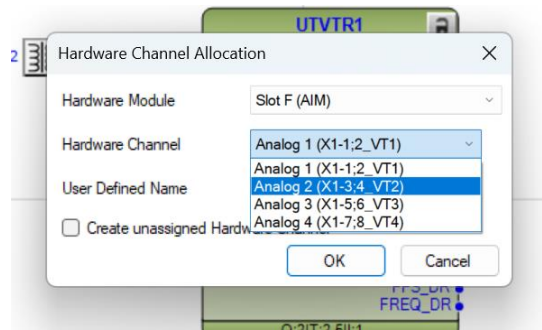

Imagen 50_Selección de canal para la entrada UL2 del bloque UTVTR1.
2.1.10 Procedemos a hacer la misma entrada, pero ahora para la entrada “UL2” de las entradas del bloque de voltaje, donde veremos que, si para el canal la opción no cambia en seguida, seleccionamos el siguiente canal no seleccionado, en este caso el “Analog 2(X1-3;4_VT2)”, como podemos observarlo en la **imagen 50**.